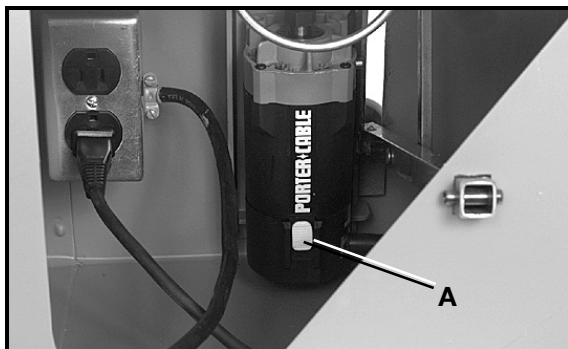

Fig. 11
4. Enchufe el cable eléctrico del motor de taladrar en la caja de contacto (vea la Fig. 11).
5. Ponga el interruptor del motor de taladrar (A) Fig. 11, en la posición prendida, "ON".